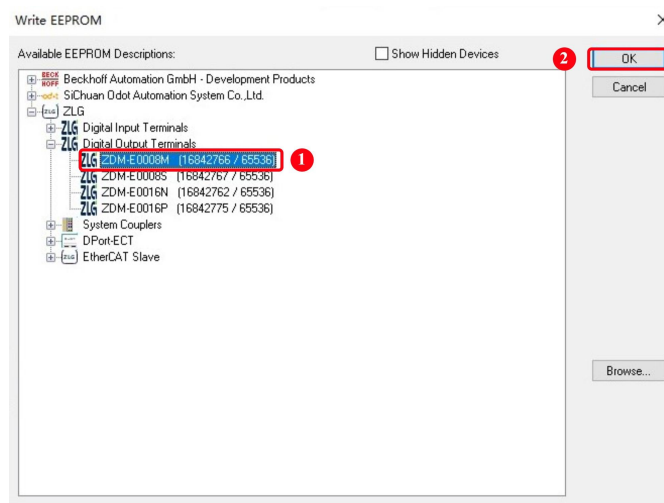

图 6.3 烧录 ESI 文件至 EEPROM
3. 跳转至烧录界面，选中需要烧录的 ESI 文件（此处以 ZDM-E0008M 为例），点击 OK 即开始烧录对应的 ESI 文件，如图 6.3 所示。